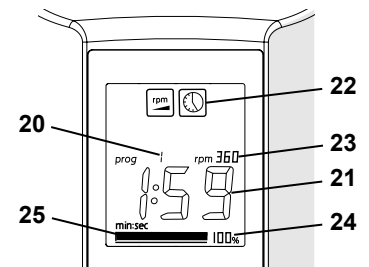
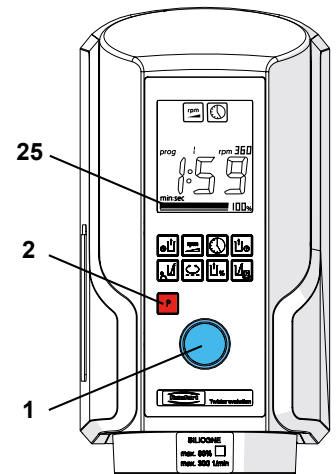

Fig. 7
Fig. 8
- ⇒ Pulse la tecla de programa „P“ (2).
- ⇒ Seleccione el programa deseado girando el botón de control (1).
- ◆ Del programa seleccionado se indicarán (Fig. 7):
- ⇒ Acople ahora el vaso de mezcla (15) al aparato.
- ⇒ No suelte el vaso hasta que éste quede sujeto por sí solo. ¡La indicación de barra del nivel de vacío debe indicar un nivel superior al 50 % (25, Fig. 8)!